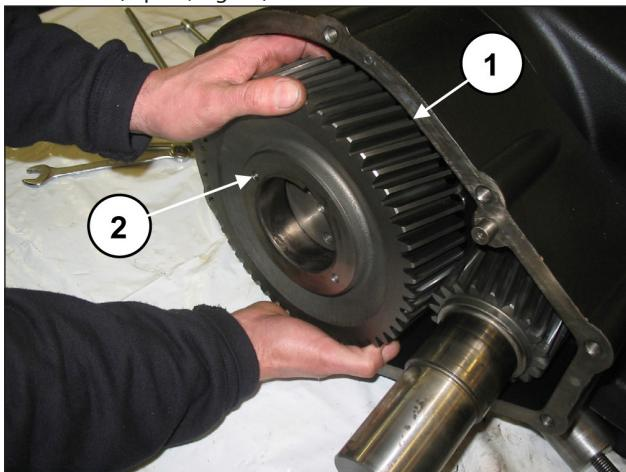

Fig. 12
Déposer la couronne (rep. ①, Fig. 12). Si nécessaire, il est possible d'utiliser un chassoir à inertie à appliquer aux 2 orifices M8 (rep. ②, Fig. 12).